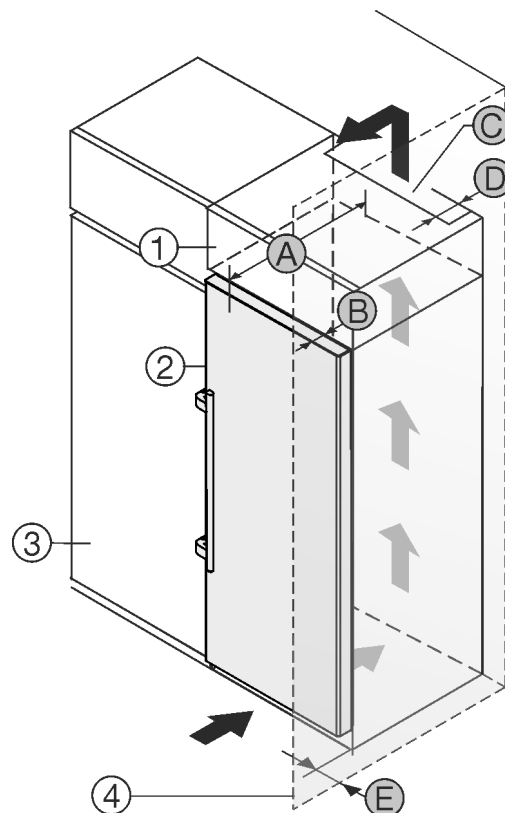

Fig. 2
Μπορείτε να τοποθετήσετε τη συσκευή ακριβώς δίπλα από το ντουλάπι κουζίνας Fig. 2 (3).*
Στην πίσω πλευρά του επικαθήμενου ντουλαπιού πρέπει να υπάρχει ένα κενό εξαγωγής αέρα με βάθος Fig. 2 (D) σε όλο το πλάτος του επικαθήμενου ντουλαπιού.*
Κάτω από την οροφή του δωματίου πρέπει να τηρείται η διατομή εξαερισμού Fig. 2 (C).*
Εάν τοποθετήσετε τη συσκευή με τους μεντεσέδες δίπλα σε κάποιον τοίχο Fig. 2 (4), τότε πρέπει η απόσταση ανάμεσα στη συσκευή και στον τοίχο να ανέρχεται σε τουλάχιστον 57 mm. Αντιστοιχεί στην προεξοχή της χειρολαβής όταν η πόρτα είναι ανοιχτή.*
Για να μπορείτε να ανοίγετε τελείως την πόρτα, πρέπει η συσκευή να προεξέχει κατά το βάθος της πόρτας Fig. 2 (B) από την πρόσοψη του ντουλαπιού κουζίνας. Η συσκευή μπορεί να προεξέχει περισσότερο, ανάλογα με το βάθος των ντουλαπιών κουζίνας Fig. 2 (3) και την χρήση αποστατών τοίχου.*